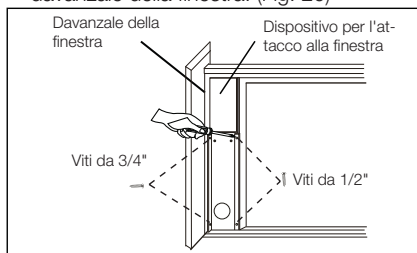

Fig. 20
- Chiudere saldamente il telaio scorrevole della finestra contro il dispositivo per l'attacco alla finestra. (Fig. 20)
- Far passare due viti da 1/2" per fissare il dispositivo per l'attacco alla finestra sul telaio della finestra. (Fig. 20)
- Far passare due viti da 3/4" per fissare il dispositivo per l'attacco alla finestra sul davanzale della finestra. (Fig. 20)